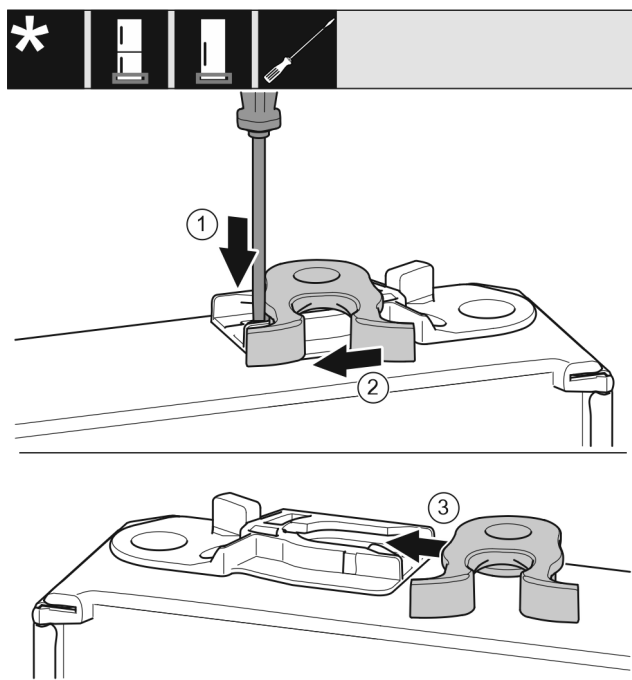

Fig. 22
- Прижмите накладку Fig. 22 (1) шлицевой отверткой вниз.
- Выведите запорный крючок Fig. 22 (2) из направляющей.
- Вставьте запорный крючок Fig. 22 (3) в направляющую с другой стороны.